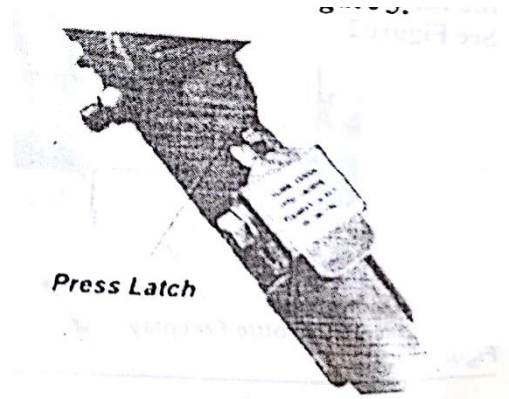

Figura 3
2. Presione el pestillo, esto liberara el bloqueo del acoplador. Vea figura 3